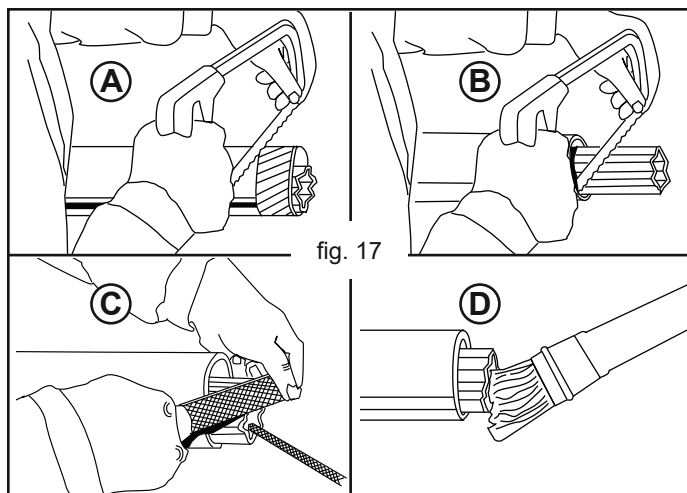

fig. 17
- 3) Accorciare i tubi telescopici alla posizione rilevata (A-B, Fig. 17) (la parte eccedente deve essere di egual misura in ambedue i tubi), sbavare e pulire (C, Fig. 17) ed ingrassare l'interno del tubo esterno (D, Fig. 17).